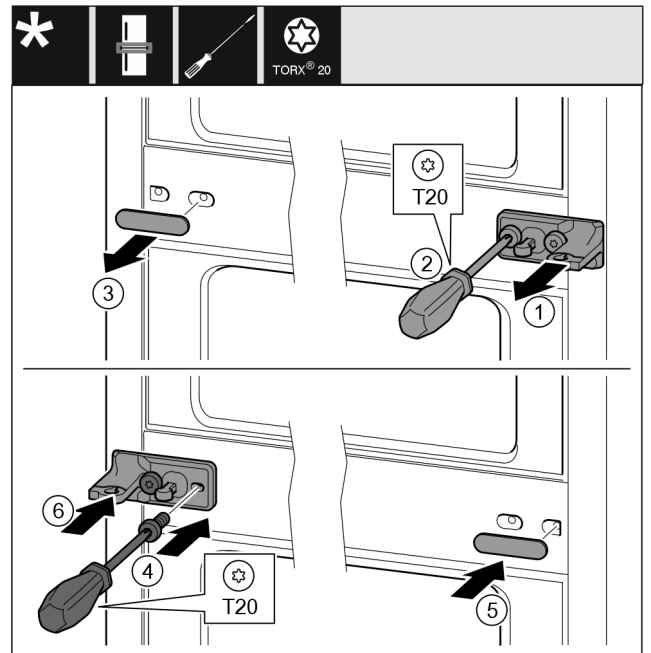

Fig. 33
- ▶ Noņemiet paplāksni. Fig. 33 (1)
- ▶ Izskrūvējiet skrūves ar skrūvgriezi T20. Fig. 33 (2)
- ▶ Noņemiet uzmanīgi pārsegu. Fig. 33 (3)
- ▶ Pieskrūvējiet stingri gultņa balstu ar plēvi, pagrieztu par 180°, otrajā pusē. Fig. 33 (4)
- ▶ Piestipriniet pārsegu, pagrieztu par 180°, otrajā pusē. Fig. 33 (5)
- ▶ Uzbīdīet paplāksni no priekšas. Fig. 33 (6)